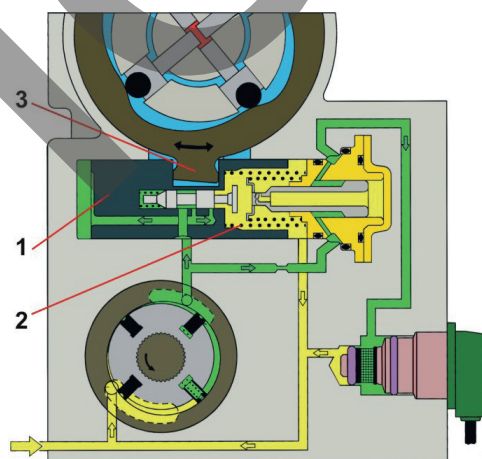

Figura 81: Fase di riposo
Il valore teorico dell'avvio di iniezione stabilito dall'ECU del motore è determinato dal carico, dai giri e dai parametri di temperatura del motore, stabiliti all'interno dello specifico campo degli anticipi. Il sistema di regolazione dell'inizio di iniezione confronta costantemente la differenza tra l'inizio di iniezione effettivo (utilizzando il sensore del rotore della pompa e il tempo di chiusura dell'elettrovalvola di flusso) con il valore proposto o teorico. In caso di differenza l'ECU modifica il comando all'elettrovalvola di anticipo fino a quando il valore effettivo si adatta a quello obiettivo e si ottiene un buon funzionamento del motore. Quando la pompa di iniezione è arrestata (figura 81) l'attuatore di ripristino (1) si trova completamente spostato a sinistra dalla molla al minimo (2), mantenendo l'anello a camma (3), completamente ritardato.